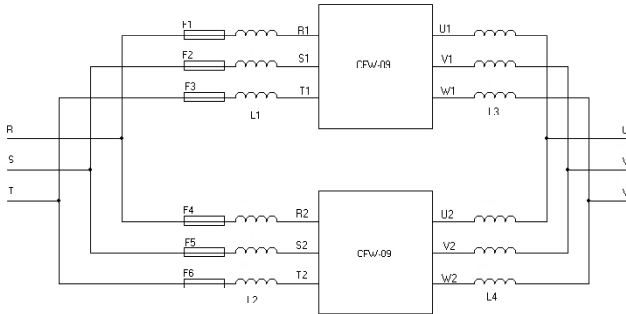

Figura 1: Montaje con dos módulos
- ☑ Los convertidores de la línea CFW-09 superiores a 500 HP presentan un montaje modular, con configuraciones de dos y tres módulos. El montaje modular aumenta la confiabilidad del convertidor y facilita el mantenimiento del mismo (Figura 1 y 2).